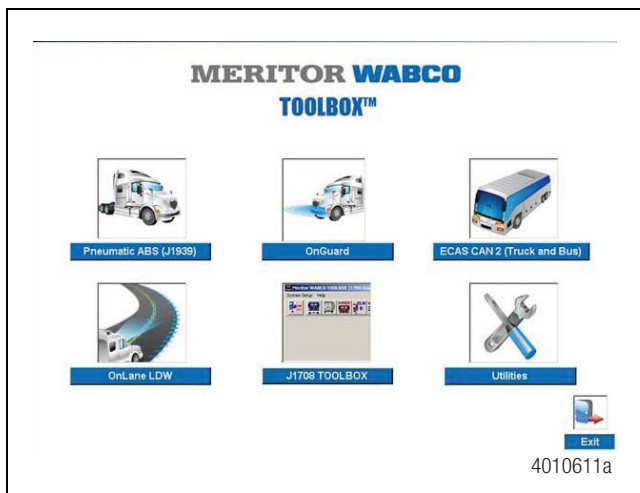

Figura 3.4
- Si se usa TOOLBOX™ 11 o más reciente y un vehículo con Software ECU E4.4b o más reciente, puede ser posible hacer los diagnósticos a través de las comunicaciones J1939. Figura 3.4.